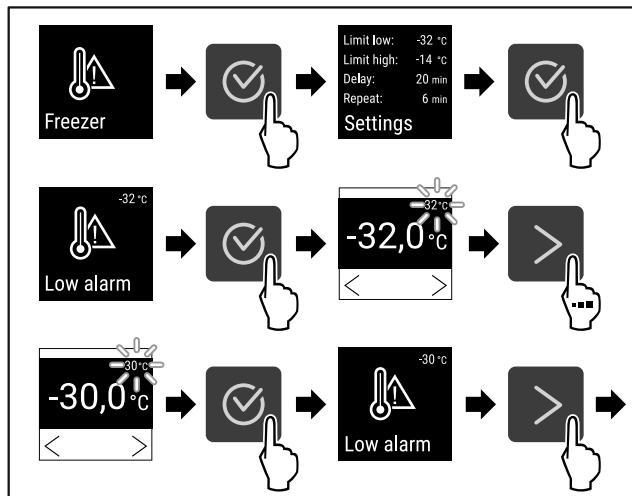

Fig. 131
► Følg anvisningene (se Fig. 131).